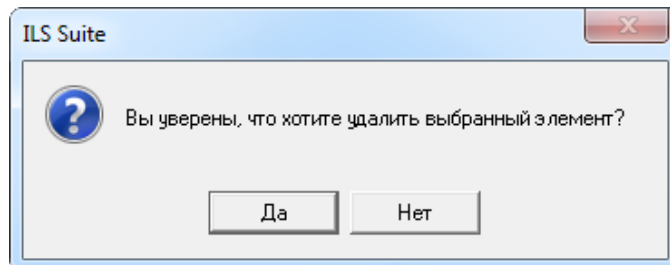

Рис. 10-269 – Диалоговое окно
- 7) В группе полей «Нарработка по умолчанию» указать наработку ВС за год, необходимую для режима расчета по типам ВС (в режиме расчета по экземплярам ВС используется реальная наработка экземпляров ВС по полетам). Для этого нажать кнопку «Добавить единицу измерения наработки»  и в открывшемся списке выбрать нужное значение (рис. 10-269), после чего ввести значение наработки. Повторить действия для задания наработки в других единицах измерения. Для удаления единицы измерения выбрать ее и нажать кнопку «Удалить единицу измерения наработки» . В открывшемся диалоговом окне нажать «Да» для подтверждения действия (рис. 10-270);